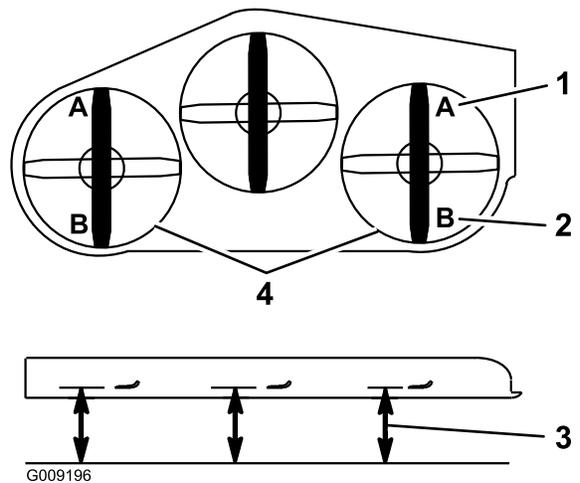

Figure 92
9. De chaque côté du plateau de coupe, mesurez la distance entre la surface plane et la pointe avant de la lame (position A). On doit obtenir un écart de 7,6 cm (Figure 92).
15. De chaque côté du plateau de coupe, mesurez la distance entre la surface plane et la pointe arrière de la lame (position B). On doit obtenir un écart de 8,3 cm (Figure 92).